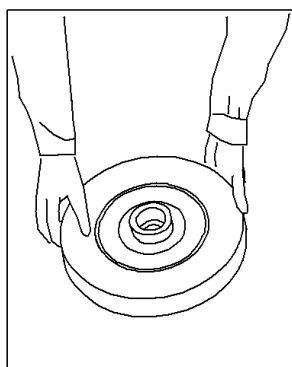

Рис. 6.11.6
(1) Проверьте, имеется ли какая-либо маркировка или наклейки. Установите круг на фланец как на Рис.6.11.6 не нажимайте на круг со слишком большим усилием. Удалите крошки и сколы в отверстии круга, для насаживания его без усилия и сопротивления.
(2) Вставка крышки фланца